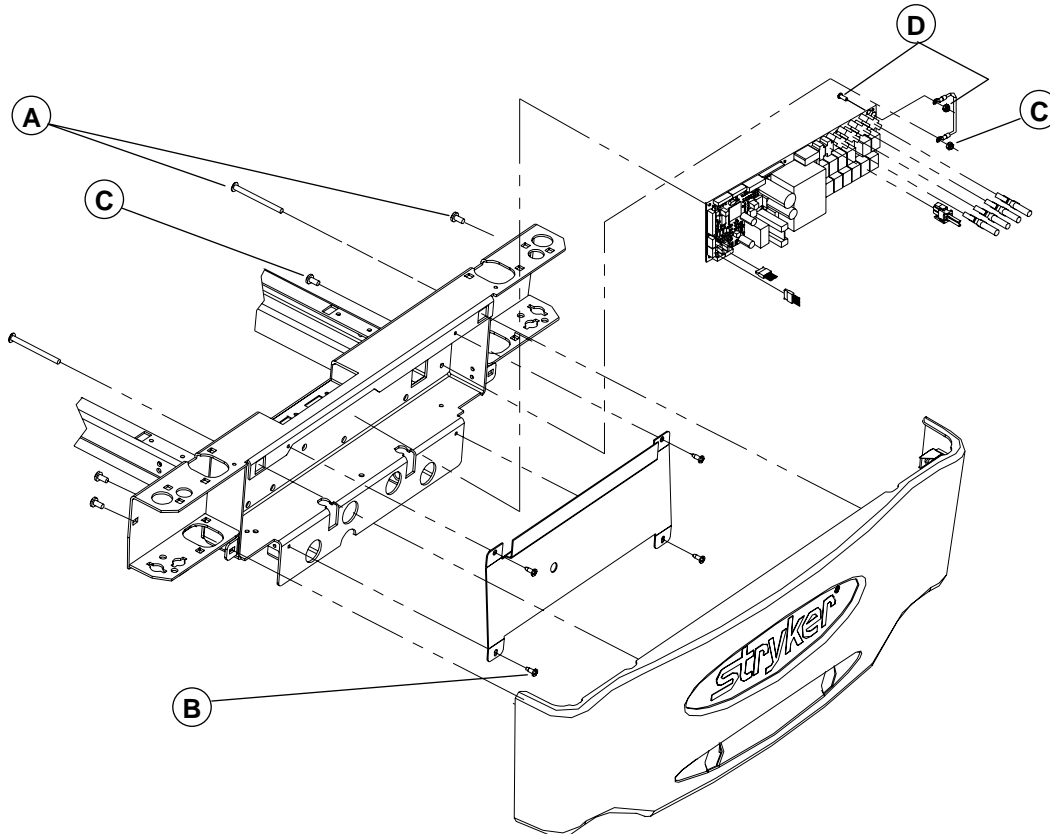

Figure 4.3C
9. À l'aide d'un tournevis Phillips no 3, retirez les six vis (A, fig. 4.3C, page 35) retenant le couvercle de plastique à la boîte de pied. Saisissez les deux extrémités du couvercle, écartez-les vers l'extérieur pour dégager les agrafes intérieures des supports d'accessoires ronds et retirez le couvercle.
10. À l'aide d'un tournevis Phillips no 2, retirez les quatre vis (B, fig. 4.3C, page 35) retenant la plaque de protection à la boîte de pied.
14. À l'aide de pince, serrez la partie supérieure de la bague anti-traction (B) et soulevez-la pour la dégager de son emplacement.
16. À l'aide d'une clé à cliquet et d'une douille 5/16", retirez les deux vis (C) retenant la plaque de retenue au support de vérin et retirez la plaque.
17. Retirez les deux axes de vérin (D) retenant le vérin au support. Pour faciliter le retrait des axes, utilisez un petit tournevis à lame plate que vous insèrerez à l'extrémité du vérin pour repousser les axes vers l'extérieur.
7. À l'aide d'un tournevis Phillips no 3, retirez les six vis (A, fig. 4.3C, page 35) retenant le couvercle de plastique à la boîte de pied. Saisissez les deux extrémités du couvercle, écartez-les vers l'extérieur et retirez le couvercle.
8. À l'aide d'un tournevis Phillips no 2, retirez les quatre vis (B, fig. 4.3C, page 35) retenant la plaque de protection à la boîte de pied.
12. À l'aide de pince, serrez la partie supérieure de la bague anti-traction (F) et soulevez-la pour la dégager de son emplacement.
14. À l'aide d'une clé à cliquet et d'une douille 5/16", retirez les deux vis (G) retenant la plaque de retenue au support de vérin et retirez la plaque.
15. Retirez les deux axes de vérin (H) retenant le vérin au support. Pour faciliter le retrait des axes, utilisez un petit tournevis à lame plate que vous insèrerez à l'extrémité du vérin pour repousser les axes vers l'extérieur.